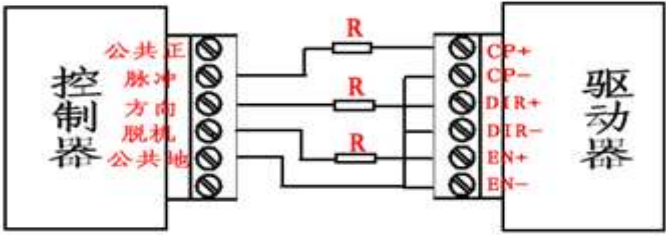

图 2
3.4.2、共阴极接法：分别将 CP-，DIR-，EN-连接到控制系统的地端；脉冲输入信号通过 CP+接入，方向信号通过 DIR+接入，使能信号通过 EN+接入。若需限流电阻，限流电阻 R 的接法取值与共阳极接法相同。如图 2：